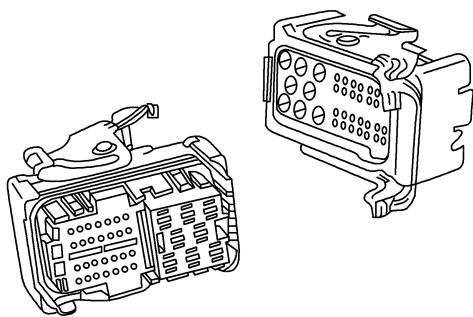

图 6-119 安装新插头
③ 将触针拆卸工具插入插头的拆卸孔中。
④ 将相应的导线推向触针拆卸工具, 将工具直接压入插头。
⑤ 从插头中拉出导线, 记录下触针的针孔。
⑥ 安装新插头, 如图 6-119 所示。在安装新插头前应检查确定插头正确锁定。
⑦ 将触针插入新插头的孔中, 每个触针必须卡到位并将导线固定在插头内, 逐个轻拉导线确定导线已在插头中插好。
⑧ 将黑色插头壳体的铰链插入到红色插头的铰链中, 更换插头壳体。关闭插头壳体和导线时, 将其压到插头的锁舌上, 直到听到“咔嗒”声。